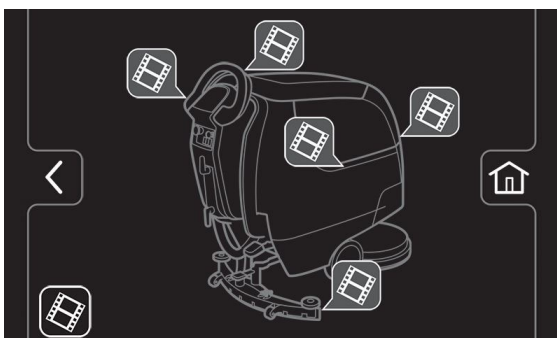

ABB. 60
-  Tutorial- Taste - Beinhaltet Videos zu bestimmten Bedienungs- und Wartungsvorgängen. Drücken Sie auf die Videosymbole, um die Videos zu starten (Abbildung 60).